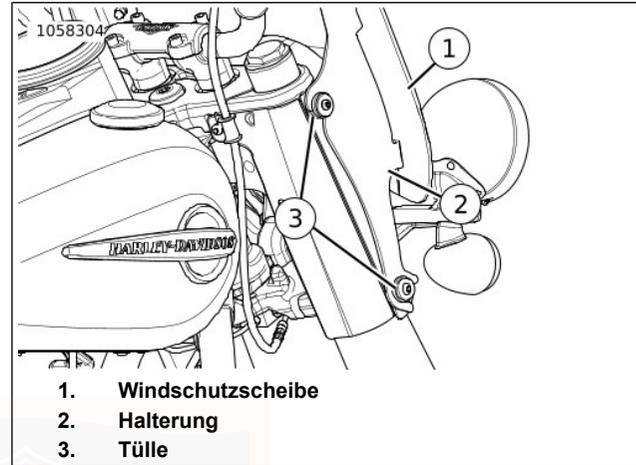

Abbildung 43. Windschutzscheiben-Baugruppe
1. Siehe Abbildung 43. Die OBERKANTE der Windschutzscheibe (1) nach vorne verschieben, bis die OBEREN Halterungsrasten (2) die Tüllen (3) freigeben.
1. Siehe Abbildung 43. Sicherstellen, dass sich die Tüllen (3) und Halterungen (2) in Position und in gutem Zustand befinden.